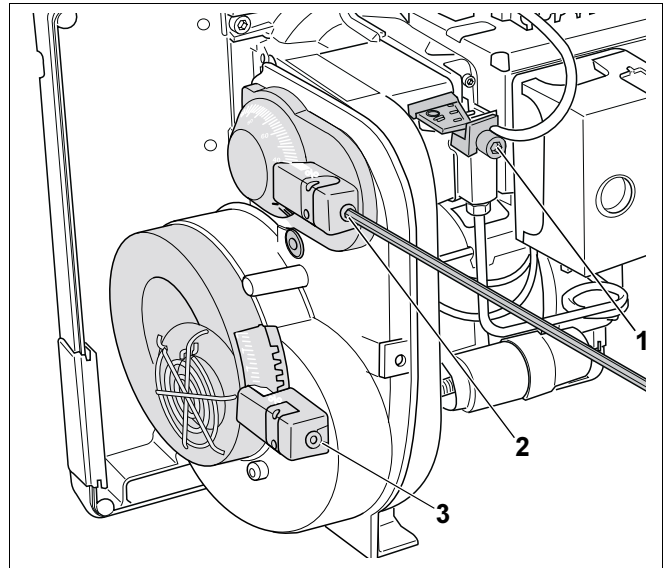

Fig. 13 Se reglează cantitatea de aer (Aer de ardere)
Reglați cantitatea de aer prin intermediul deflectorului (Fig. 13, **Poz. 1**) și al clapetei de aer (Fig. 13, **Poz. 2**) – și suplimentar prin admisia de aer (Fig. 13, **Poz. 3**).
1. Se reglează (Fig. 13, **Poz. 1**) deflectorul
2. Se reglează (Fig. 13, **Poz. 2**) clapeta de aer
3. Se reglează (Fig. 13, **Poz. 3**) admisia de aer